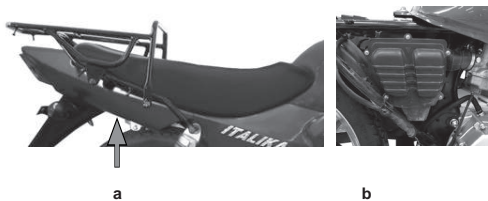

imagen 24. Filtro de aire
1. Retirar los 2 tornillos que sujetan el asiento con el cuadro, con un dado 13 mm. y retirar el asiento. Ver imagen 24-A.
7. Atornillar la tapa del filtro. Ver imagen 24-B.